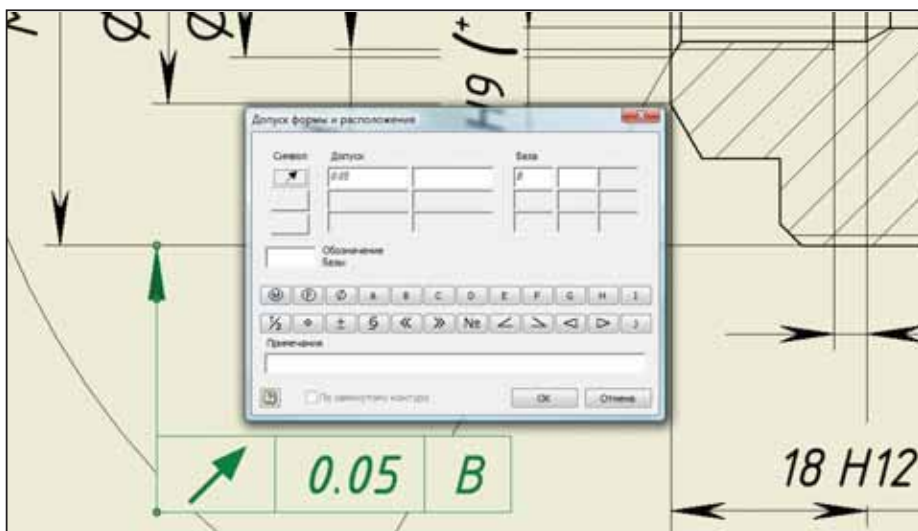

Рис. 14. Допуски формы и расположения
- 5) Допуски формы и расположения. Для нанесения соответствующих обозначений используется редактор *Допуск форм и расположения*, реализованный в соответствии с ГОСТ 2.308-79 (рис. 14).